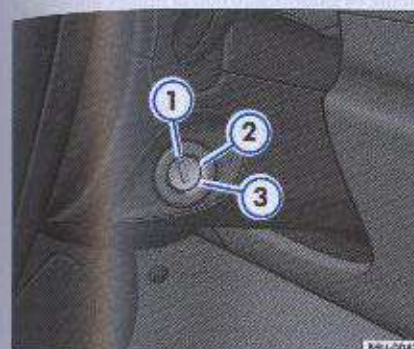

Fig. 98 Posiciones de la llave de contacto
En esta posición ⇒ fig. 98, el motor y el encendido están desconectados.
En esta posición ⇒ fig. 98, las luces indicadoras son encendidas.
En esta posición ⇒ fig. 98, es dado arranque al motor y son temporalmente desconectados los grandes consumidores eléctricos.
– Gire la llave hasta la posición ⇒ página 121, fig. 98 para arrancar el motor.
– Girar la llave de contacto hasta la posición ⇒ página 121, fig. 98.